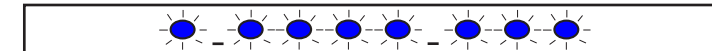

Figure 5.1 : Clignotements des voyants LED du firmware
- Reportez-vous à la *Figure 5.1* pour des exemples de mode de clignotement.